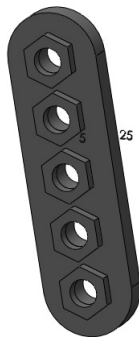
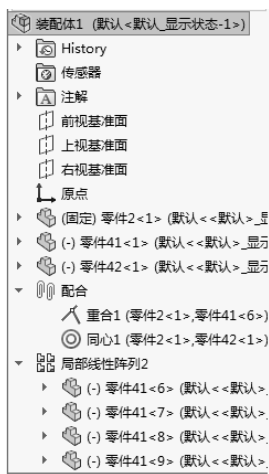

图 11-26 线性阵列
图 11-27 FeatureManager 设计树
10) 单击 (确定) 按钮, 完成零件的线性阵列。线性阵列后的图形如图 11-26 所示, 此时装配体的 FeatureManager 设计树如图 11-27 所示。
- 1) 打开零件图，如图 11-26 所示。
- 3) 在“镜像基准面”列表框中，选择“前视基准面”；在“要镜像的零部件”选项组中，选择图 11-26 所示的零件，具体设置如图 11-28 所示。单击 (下一步) 按钮，“镜像零部件”属性管理器如图 11-29 所示。